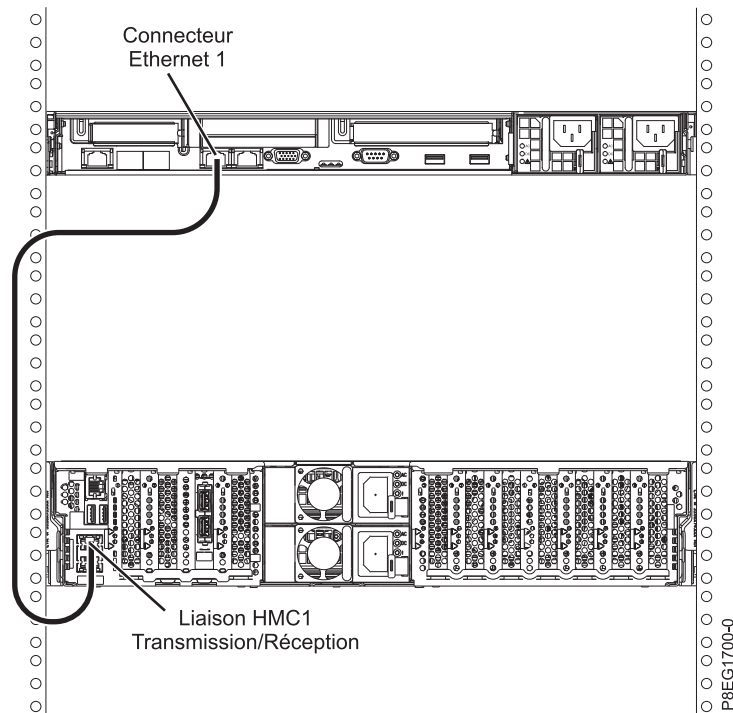

Figure 17. Connexion de la console HMC au système géré
1. Si vous souhaitez connecter directement la console HMC au système géré, reliez le **connecteur Ethernet 1** de la console HMC au port **HMC1** du système géré. Voir figure 17, à la page 15.